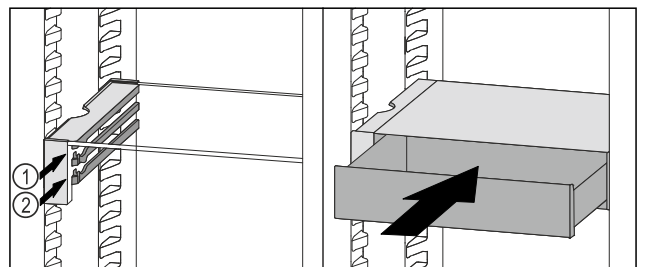

Fig. 86
- ▶ VarioSafe-Schubfach hinter den Stopperrn auf gewünschter Rippe Fig. 86 (1) oder Fig. 86 (2) aufsetzen.